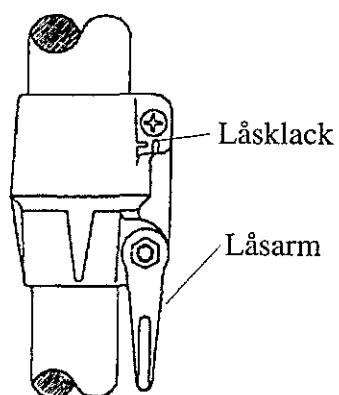

Fig. 1
1. Öppna det översta klämlåset genom att vrida låsarmen neråt (Fig. 1).